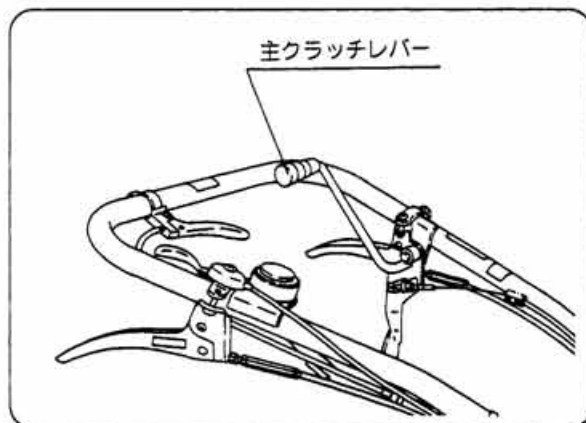

図19
③高速の【前進後進】の切替操作は主クラッチを一旦切ってからおこなってください。（図19）